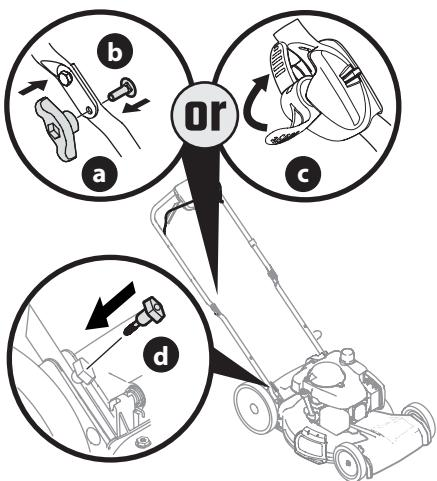

Figura 8
4. Vuelva a ajustar las perillas o las tuercas de aletas (a) y los pernos de carro (b) que se extrajeron en el PASO 1 en los orificios inferiores de la manija o trabe las palancas de liberación de la manija EZ-fold (c) (Figura 8).
5. Con los pernos T (d) que se extrajeron en el PASO 2, asegure la manija inferior a los soportes de la manija (Figura 8) y ajuste bien para asegurar la manija en su lugar.